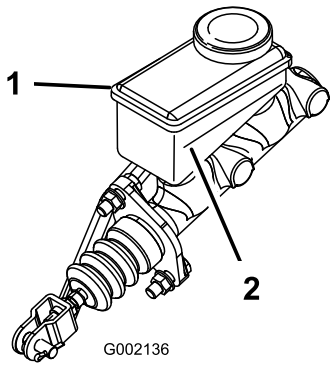

図 17
3. タンクの側面についているマークで、量を点検する 図 17。
- B. 最低ラインより上まで DOT 3 ブレーキ液を補給する 図 17。